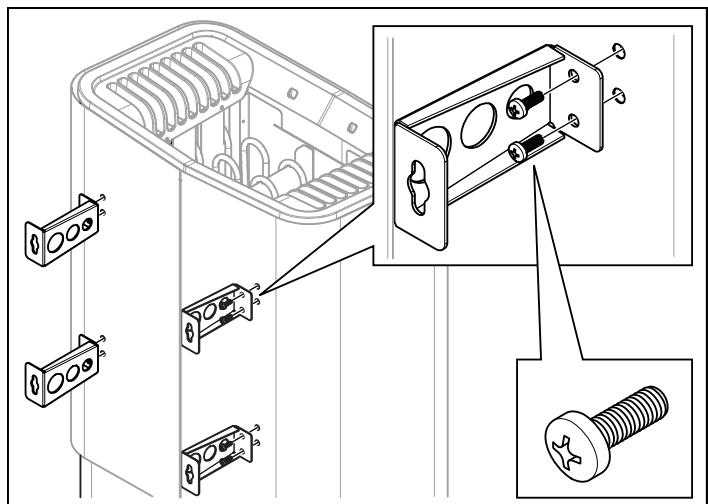

Рисунок 7: Крепление кронштейнов на устройстве
**5.** Открутите первых два винта с задней стороны устройства и прикрепите один из четырех кронштейнов. Повторите процедуру крепления для остальных кронштейнов см. Рисунок 7, страница 19.